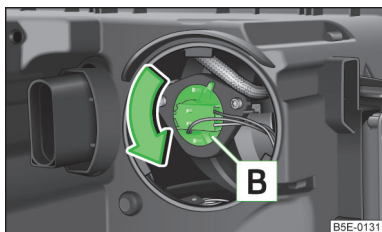

Abb. 215
- › Den Sockel » Abb. 215 bis zum Anschlag **entgegen dem Uhrzeigersinn** drehen und herausnehmen.